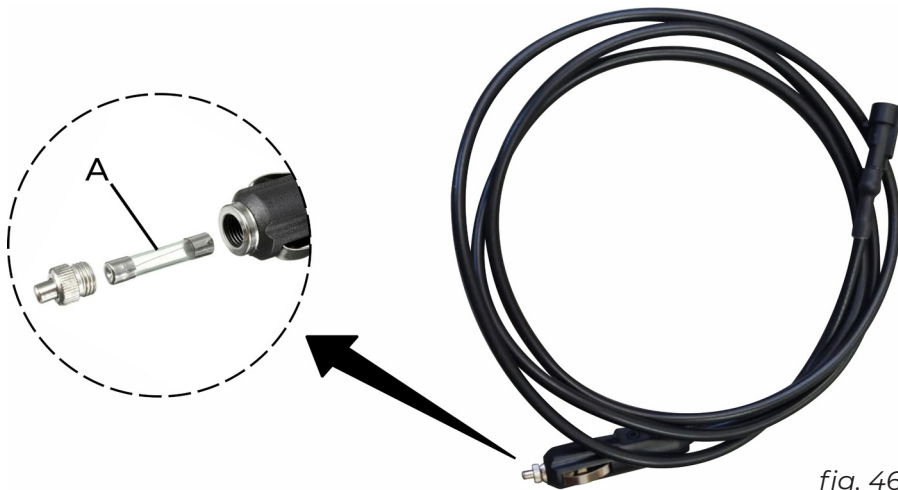

fig. 46
5. O fusível (A) (fig. 46) localizado dentro do plugue tipo “acendedor de cigarro”, junto ao cabo de força.